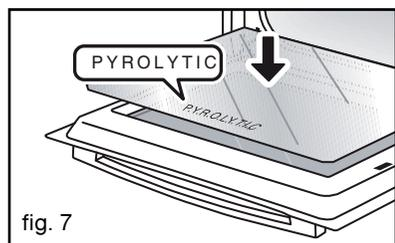

fig. 7
- Clippez votre dernière glace en plaçant l'indication "P.Y.R.O.L.Y.T.I.C" vers vous (fig.7).